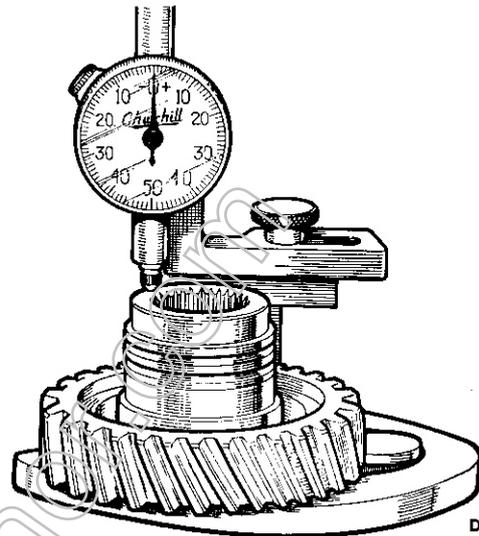

Fig. Aa. 16
32. Collocare l'ingranaggio secondario su un piano di riscontro o nell'attrezzo 18G 191 A, servendosi di un manometro comparatore - attrezzo 18G 191 - onde poter ottenere un indice di lettura medio. Prestabilire il manometro come illustrato alla Fig. Aa. 16.